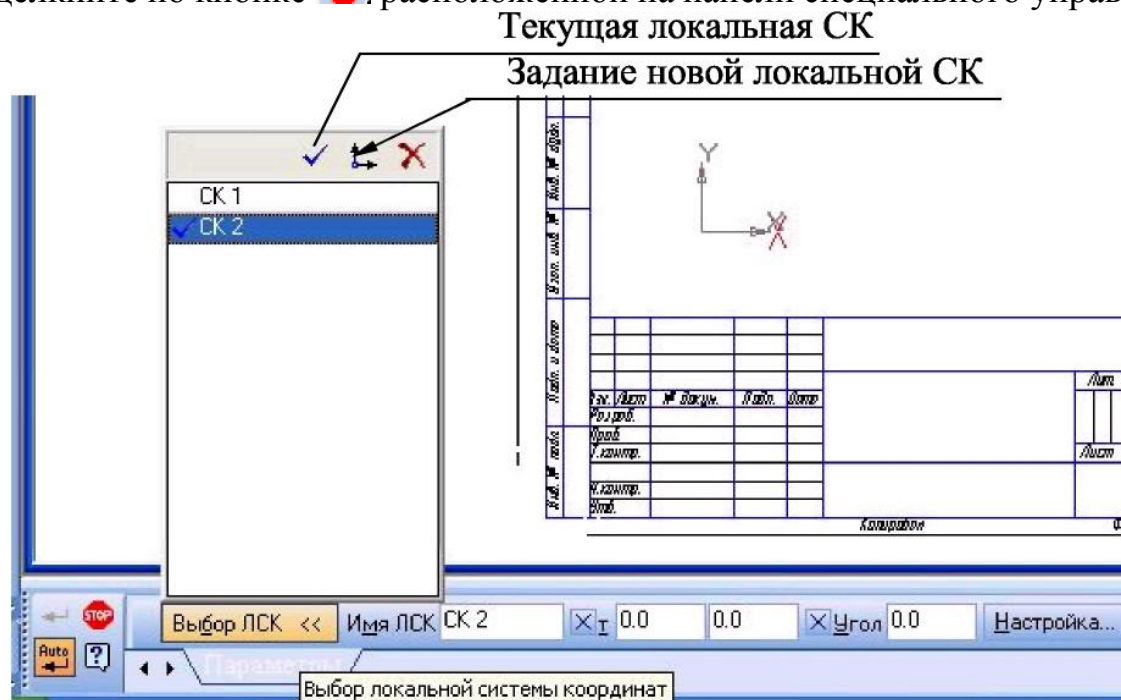

Рис. 3.1 - Содержание **Панели свойств** при создании локальной системы координат
- Щелкните графическим курсором в том месте чертежа, где вы хотите поместить центр создаваемой системы координат, либо, воспользовавшись **Панелью свойств** (рис. 3.1), в поле  $t$  введите координаты этого центра относительно глобальной системы координат.